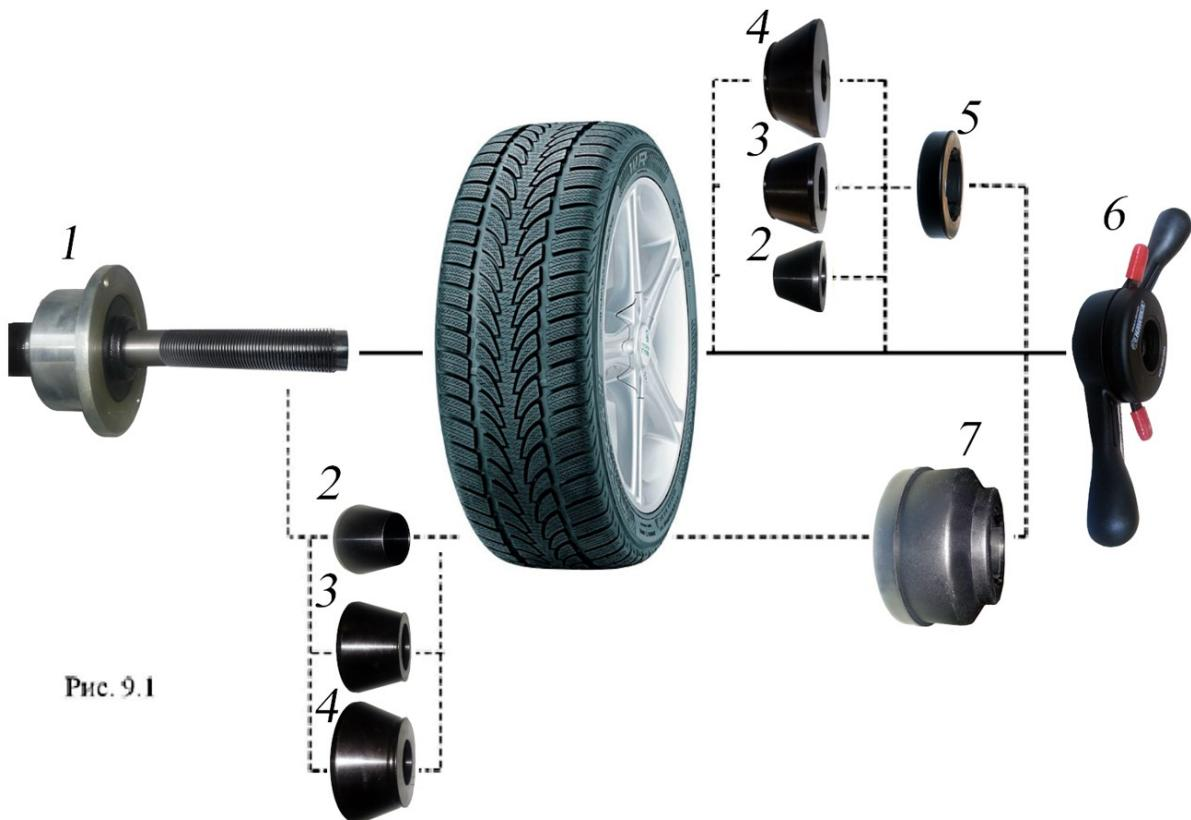

Рис. 9.1
9.2. Балансируемое колесо закрепляется на валу СБ за центральное отверстие диска с помощью конусов и быстросъемной гайки с раздвижными резьбовыми сухарями. В зависимости от конфигурации диска конус может быть установлен как с внешней стороны диска (вариант «а»), так и с внутренней (вариант «б»). При этом на гайке 6 кольцо 5 должно быть заменено на чашку 7. (см.рис. 9.1)
9.6. СБ оборудован педалью для ускорения установки колеса по (варианту «б») (см. рис. 9.1) Установите колесо на конус, установите быстросъемную гайку, нажмите два раза педаль, удерживая колесо и быстросъемную гайку. Вал СБ начнет вращаться, зажимая колесо, когда колесо будет зажато вращение вала остановиться. Окончательно затяните колесо быстросъемной гайкой вручную.